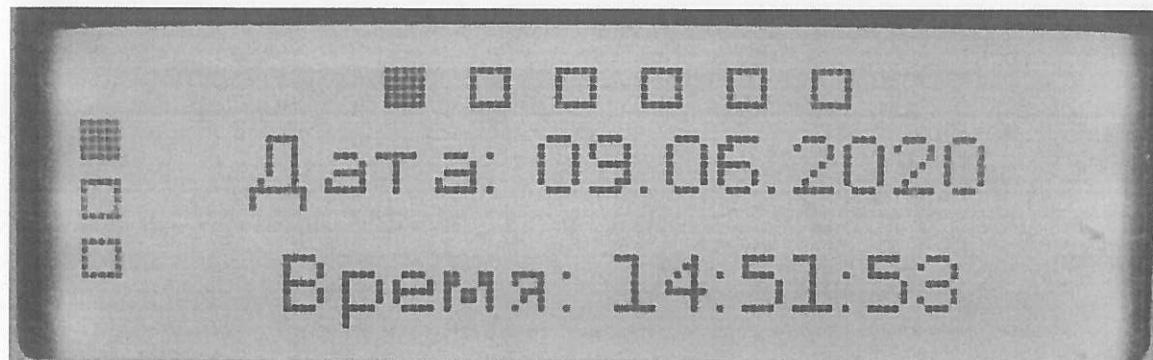

Рисунок 4.5 – Вывод на ЖКИ изделия даты и времени
- Дата и время по системным часам изделия (рисунок 4.5);